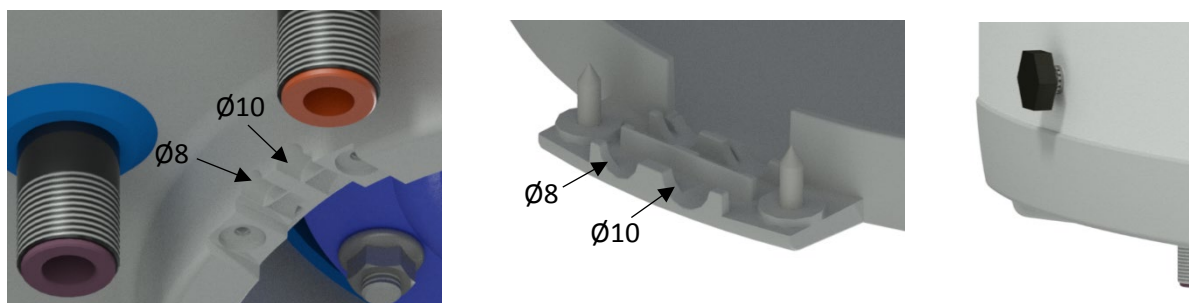
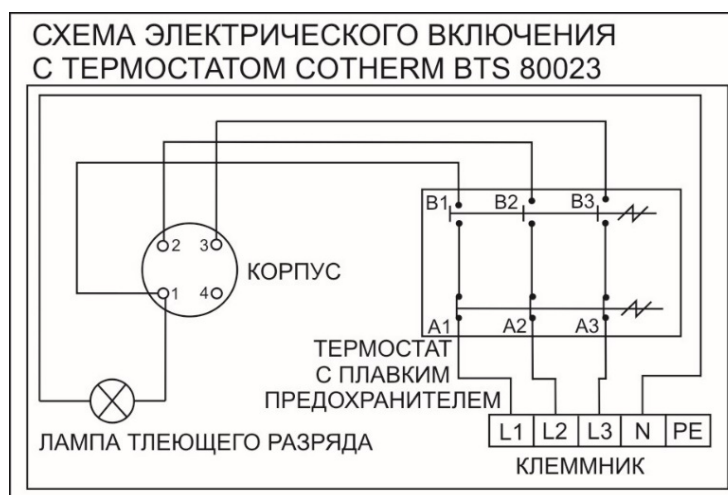

Рисунок 11
Рисунок 12
Подключение выполните согласно схеме. Подключение, выполненное на заводе, запрещено менять! (Рисунок 12). В крышке электропроводки снимите перегородку, соответствующую диаметру подводящего провода $\varnothing 8$ или $\varnothing 10$ (Рисунок 11). Степень защиты электрических компонентов водонагревателя - IP 44. Потребляемая мощность электрического нагревательного элемента - 4000 Вт.
- Схема эл. подключения прилагается к водонагревателю на крышке электропроводки (Рисунок 12).